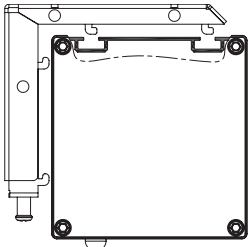
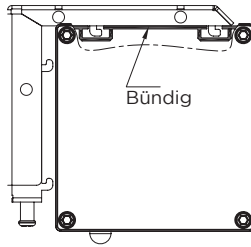
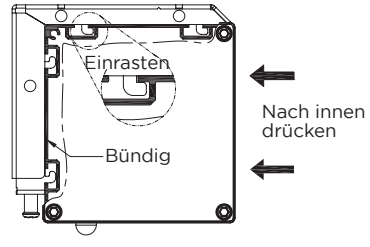

Abbildung 8
Abbildung 9
Abbildung 10
4. Heben Sie die Leinwand vorsichtig an und richten Sie an den horizontalen Verriegelungsnuten an den Halterungen aus (Abb. 8). Führen Sie die Oberseite beider Halterungen in die Aussparungen am Leinwandgehäuse ein, bis die Halterungen bündig mit der Oberseite abschließen (siehe Abb. 9). Drücken Sie dann den Bildschirm vorsichtig in Richtung Wand, sodass der Verriegelungshaken in die hintere Nut am Gehäuse einrastet. Vergewissern Sie sich, dass der Bildschirm vollständig sitzt und bündig abschließt, wie in Abb. 10 dargestellt.